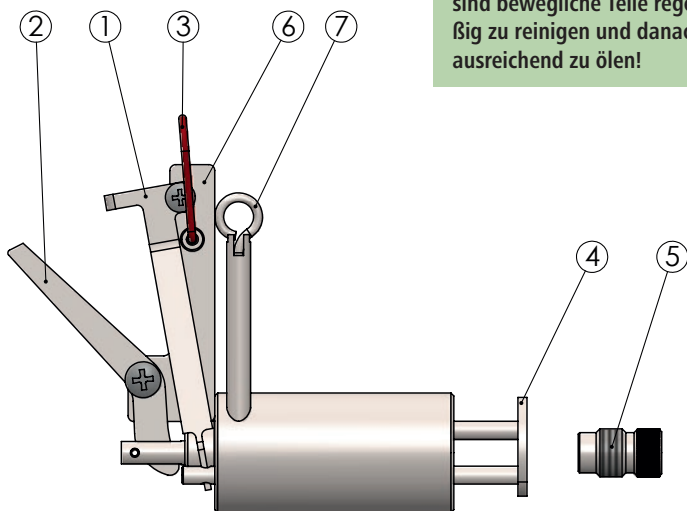
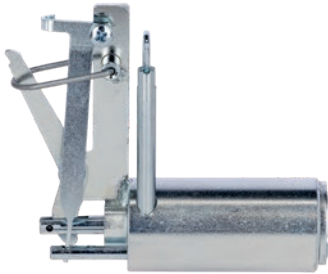
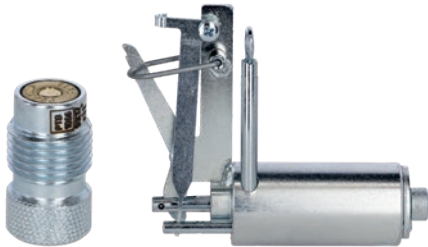
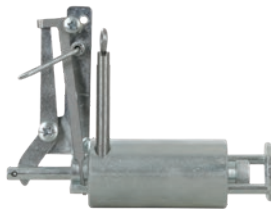

Abb. 3
Abb. 4
Abb. 5
Abb. 10
1. Spannstück (Abb. 3 Pos. 2) mit dem Daumen in Schussrichtung drücken, Sicherungsring (Abb. 3 Pos. 3) über Spannstück nach hinten klappen (s. Abb. 4). Das Gerät ausschließlich in diesem Zustand ablegen und handhaben!
3. Kartusche 9 x 17 mm gelb in Kartuschenhalter (Abb. 3 Pos. 5) einführen. Kartuschenhalter in das Gerät vollständig und fest einschrauben (s. Abb. 5).
5. Auslösung (Abb. 3 Pos. 4) in die vordere Endlage schieben und mit Hilfe des Sicherungsstiftes (Abb. 3 Pos. 7) arretieren (s. Abb. 7).
7. Sicherungsstift (Abb. 3 Pos. 7) nach oben ziehen und um 90° drehen, sodass er in der Oberen Endlage gesichert ist (s. Abb. 10).
8. Den Sicherungsring (Abb. 3 Pos. 3) nach vorne klappen – das Gerät ist nun scharf und schussbereit (s. Abb. 11).